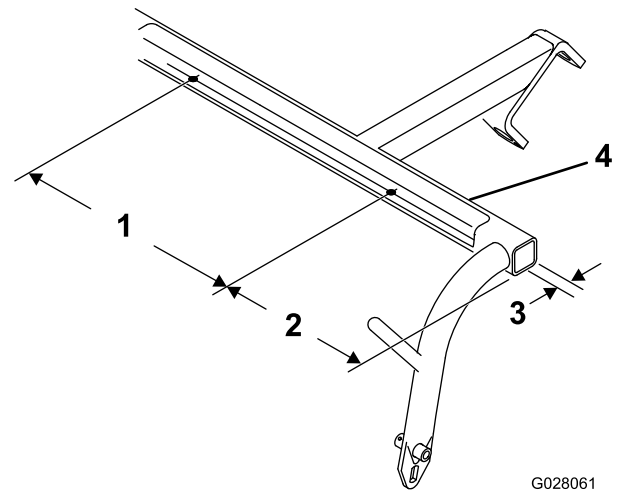

図 1
1. 図1に示す寸法で、各プルフレームのクロスチューブの下側に直径 5.6mm の穴を2つ開ける。